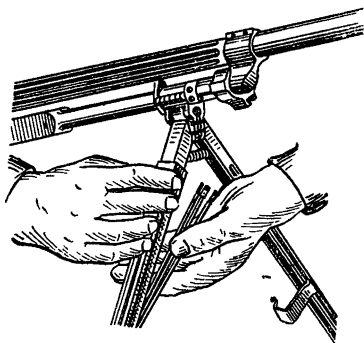

Рис. 5. Отделение звеньев шом-
4) **отделить звенья шомпола от ноги сошки.** Отвести передвижной хомутик вверх и отделить звенья шомпола от ноги сошки (рис. 5);